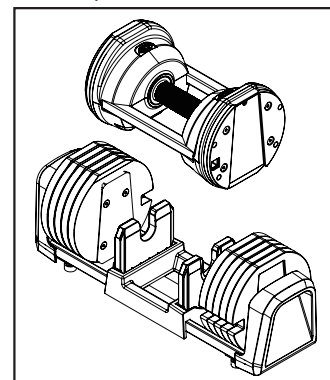

Figure 2
3. Los incrementos de peso varían de 5 a 60 lb. (2,3 kg a 27,2 kg). Para seleccionar correctamente un peso dado (20 lb [9 kg] por ejemplo), gire el mango hasta que este número (9) aparezca en la ventana de visualización del peso.
5. Con el mango giratorio ajustado en 5, tire del mango directamente hacia arriba de la mancuerna. Esto retirará únicamente el mango de la base, dejando todas las placas de peso en la base (Fig. 2). El mango sin placas representa el peso inicial de 5 lb (2,3 kg).